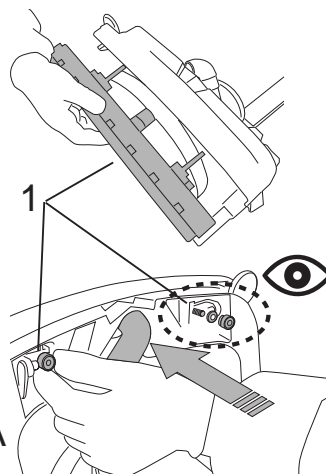

Fig.2A
- Montieren Sie den vorderen Saugfuß (Abb.2A, Pkt.1).